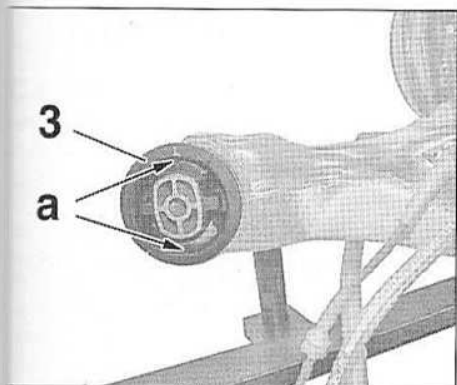

FIG.77
- Percer le palier élastique (3) en (a), à l'aide d'un foret de Ø 6 mm (Fig.77).